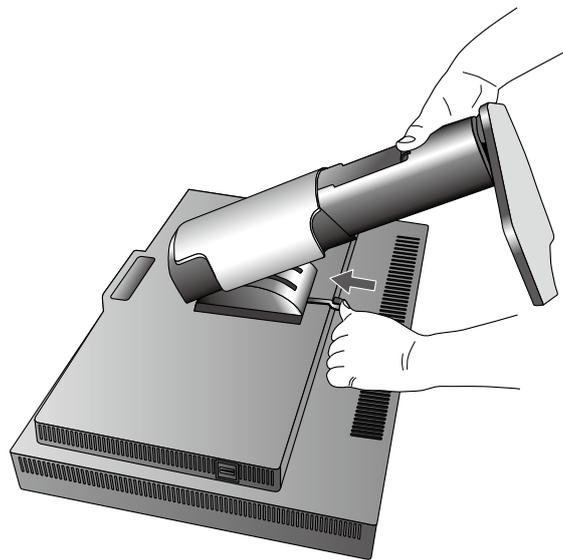

图 S.1
3. 将显示器面朝下放在一个不会造成磨损的表面 (图 S.1)。
4. 用一只手握住底座，将另一只手放在快速释放杆上。按箭头所示方向按下快速释放杆 (图 S.1)。
5. 提起底座，将它与显示器分离 (图 S.1)。现在，可以使用其它方法安装显示器了。接照与此相反的步骤重新安装底座。